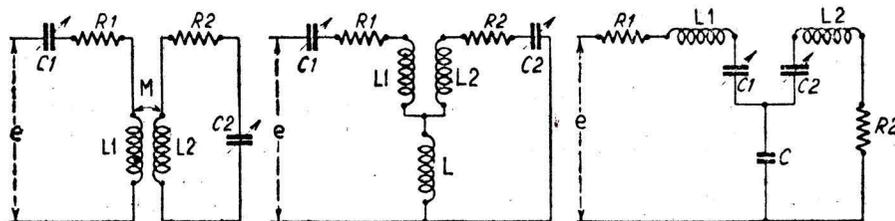

Fig. 2. — Trois types de couplages différents utilisés dans les filtres de bande.
Si l'on fait l'application aux trois cas représentés sur la figure 2, on trouve :
c) Des résultats obtenus, on déduit que le meilleur système de couplage serait celui qui assurerait une largeur de bande constante, et ce résultat ne peut s'obtenir qu'en utilisant un système de couplage plus complexe que ceux qui sont représentés dans la figure 2. On pourra,